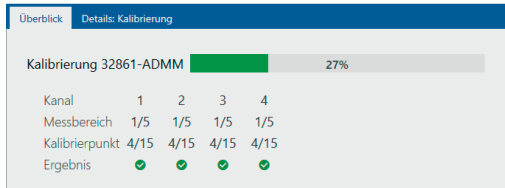

Abb. 1-11: Prozessverlauf Kalibrierung
- ⇒ Wenn der grüne Prozessbalken „100%“ anzeigt, wurde der Kalibriervorgang vollständig abgeschlossen. Befinden sich alle Kalibrierpunkte innerhalb des Toleranzbereichs, wurde der Kalibriervorgang erfolgreich beendet. In der Zeile **Ergebnis** wird dies durch eines grünes Symbol  für jeden kalibrierten Kanal angezeigt (Abb. 1-11).